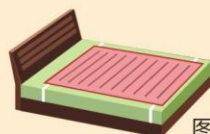

图3
- 3、把睡眠监测器的圆磁片固定在装有睡眠监测器的位置(图3)
- 3、选用的带松紧带的电热毯：将电热毯四角上的松紧带直接套在床垫四角上，以防电热毯折皱使用引起局部过热而损坏。图3